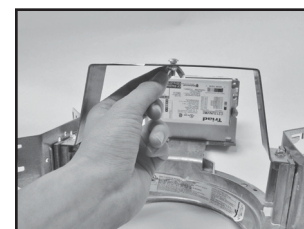

Figure 2.
2. Retirez le matériel de montage du réflecteur du crochet de montage (Figure 2).